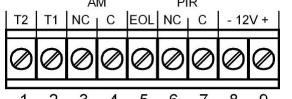

Fig. 4 Terminal block | Bloque de terminales | Plaque à bornes | Morsztiera | Opis zacisków
7. Connect wire to terminal block.(Fig. 4)
Terminal Block Connections (See Fig. 4)
Conexiones del bloque de terminales (véase la Fig. 4)
7. Connectez les câbles au bloc de bornes de terminales. (Fig. 4)
Connexions de la plaque à bornes (Voir Fig.4)